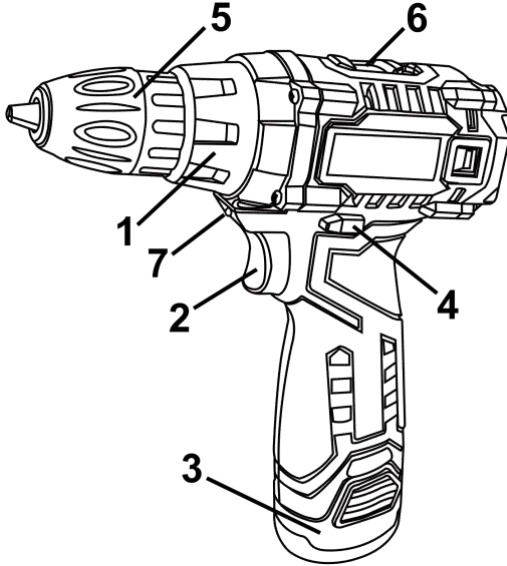

Рисунок 1
4.1.3 Встановіть необхідний крутний момент за допомогою кільця регулятора моменту затягування (1) (див. рисунок 1).
4.3 Для включення виробу натисніть на клавішу вимикача (2) (рисунок 1). Для відключення виробу слід клавішу відпустити. Регулювання швидкості обертання патрону здійснюється ступенем натискання на клавішу вимикача.